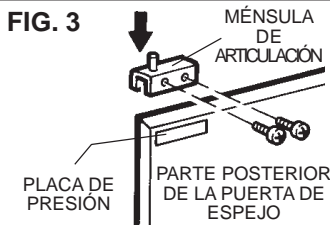
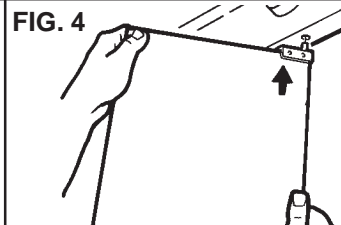

FIG. 4
FIG. 5
- Lift mirror door(s) and insert top hinge bracket(s) into hole(s) in top of frame. (FIG. 4) Slide bottom of mirror door(s) into lower hinge bracket(s) (FIG. 5) and lightly tighten screws against pressure plate(s). (FIG. 6)
5. Levante la puerta o puertas de espejo e introduzca la ménsula o ménsulas de articulación superiores en el orificio u orificios de la parte superior del marco (Fig. 4). Deslice la parte inferior de la puerta o puertas de espejo en la ménsula o ménsulas de articulación inferior (Fig. 5) y apriete ligeramente los tornillos contra la placa o placas de presión (Fig. 6).